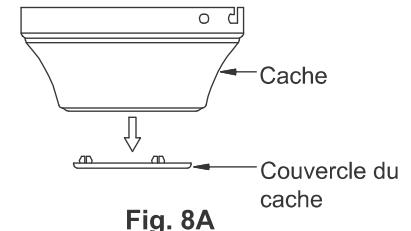

Fig. 8A
Étape 2. Retirez le couvercle décoratif du cache en le poussant (**Fig. 8A**).